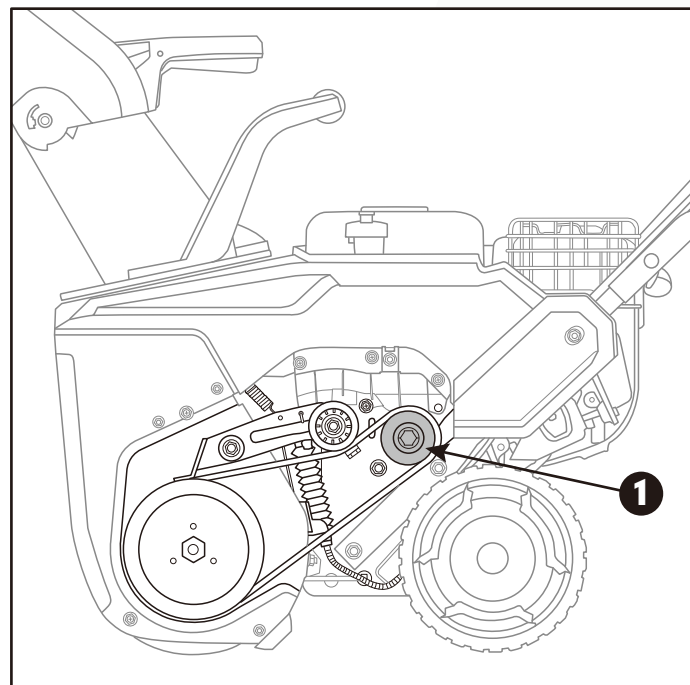

Fig.16B
5. Retire la correa que rodea la polea motriz. (Fig.16B)